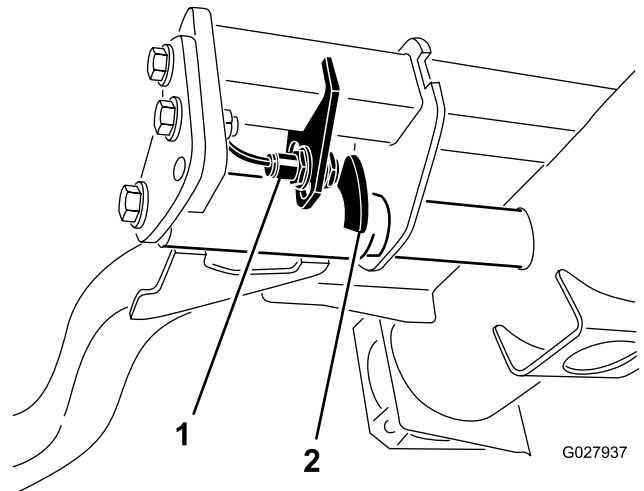

Bild 36
2. Lösen Sie die Befestigungsschrauben des Hubarmschalters (Bild 36) und schieben Sie den Schalter nach unten, um die Wendehöhe des Hubarms zu erhöhen, oder schieben Sie den Schalter nach oben, um die Wendehöhe des Hubarms zu verringern. Ziehen Sie die Befestigungsschrauben fest.
Hinweis: Der Schalter befindet sich unter dem Hydraulikbehälter hinter dem rechten vorderen Hubarm (Bild 36).